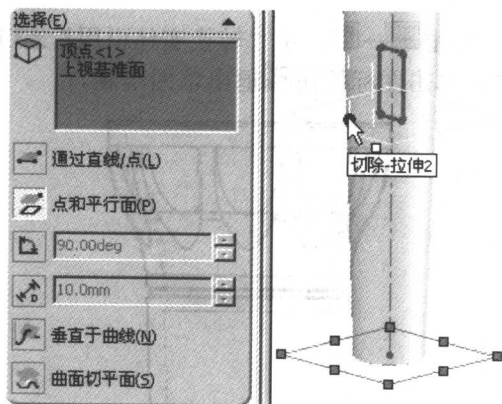

图 1-15 “基准面 2”属性管理器
(3) 基准面 2。单击参考几何体工具栏上的“基准面”图标按钮 ，弹出“基准面 2”属性管理器，选择边线和点如图 1-15 所示，单击“确定”图标按钮 。